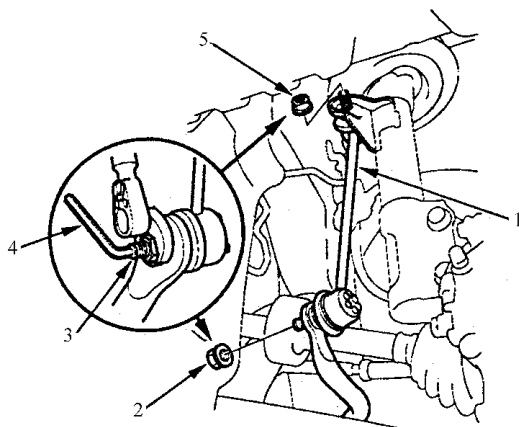

图 6-29 拆卸稳定器连接件
2) 如图 6-29 所示, 用六角扳手夹紧各自球头销, 拆卸自锁螺母和凸缘螺母, 然后, 拆卸稳定器连接件。